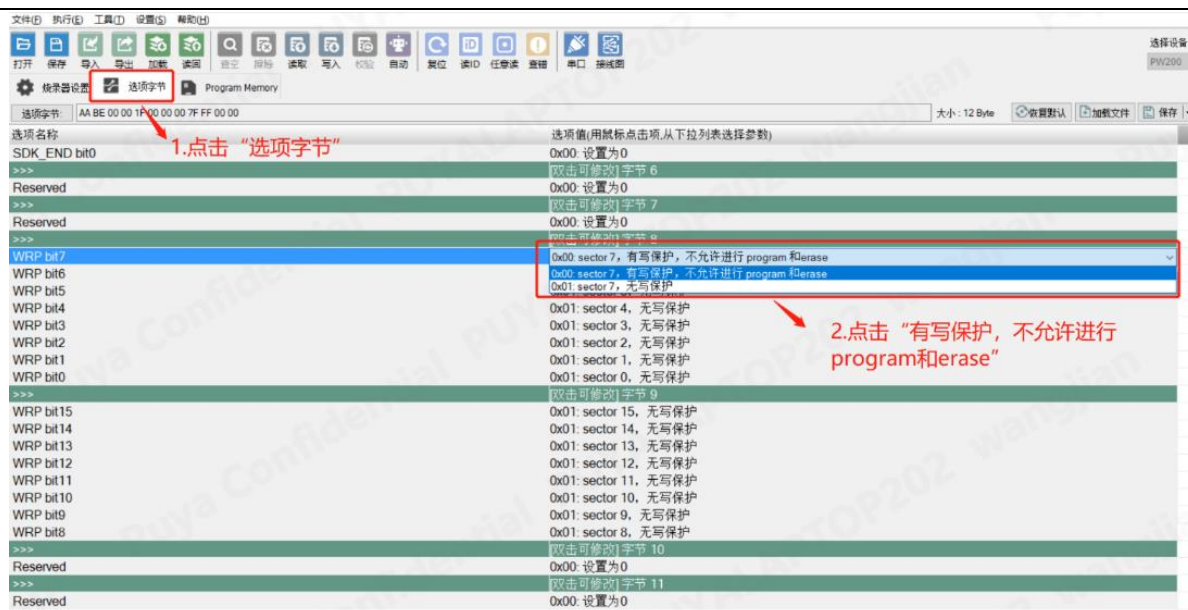
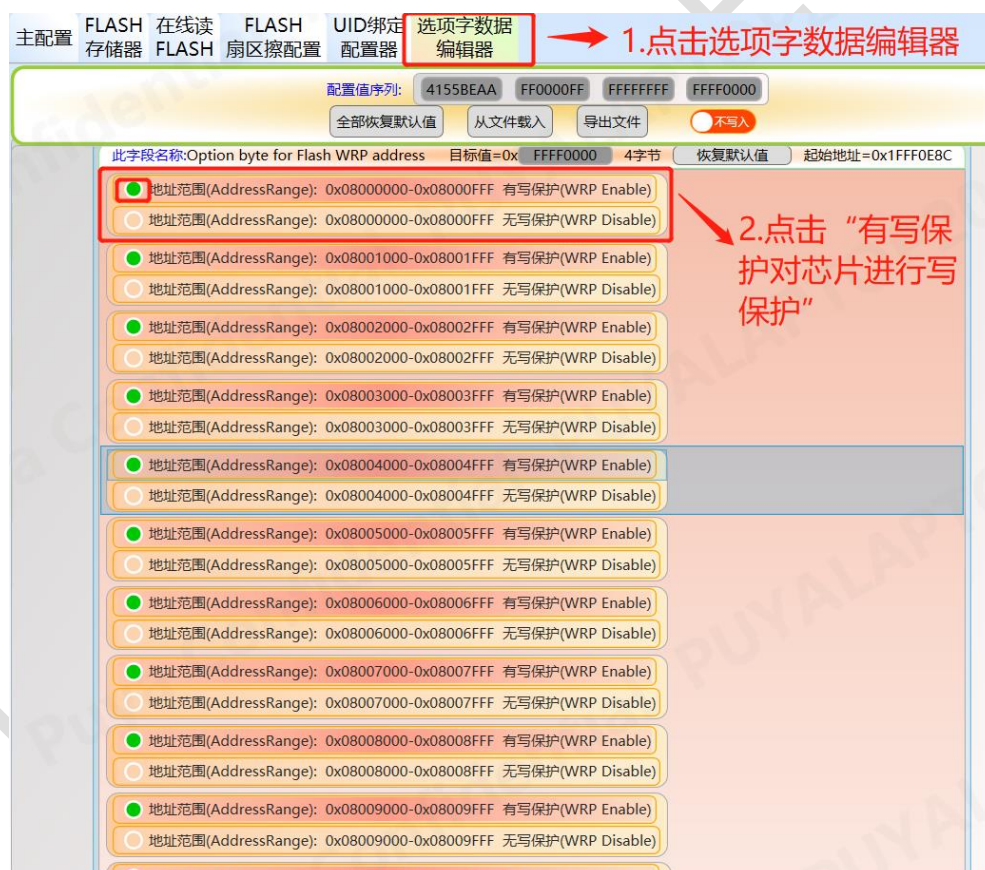

图 10-1 创芯工坊操作 Option 写保护
图 10-2 轩微操作 Option 写保护
- 建议客户程序使能写保护，写保护在 Option 中设置，具体步骤如图 10-1、图 10-2 所示；